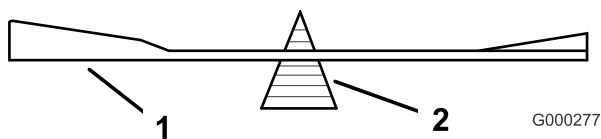
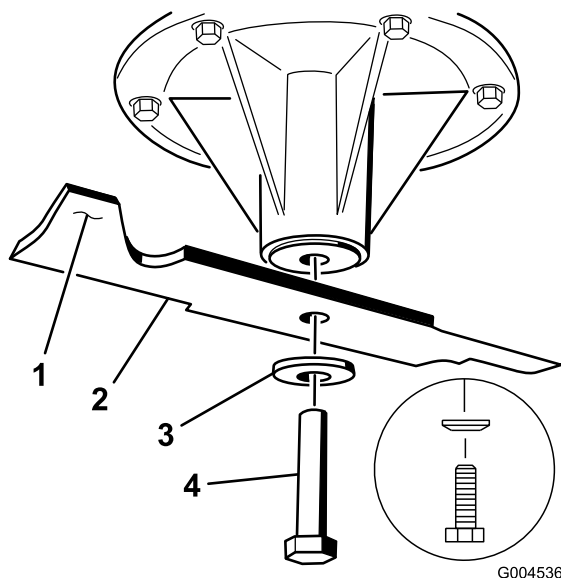

Figura 96
Figura 97
2. Verifique el equilibrio de la cuchilla colocándola sobre un equilibrador de cuchillas (Figura 96). Si la cuchilla se mantiene horizontal, está equilibrada y puede utilizarse. Si la cuchilla no está equilibrada, rebaje algo el metal en la parte de la vela solamente con una lima (Figura 97).
1. Instale la cuchilla en el eje (Figura 97).
2. Instale la arandela de muelle y el perno de la cuchilla. El cono de la arandela de muelle debe estar orientado hacia la cabeza del perno (Figura 97). Apriete el perno de la cuchilla a 115–150 Nm (85–110 pies-libra).